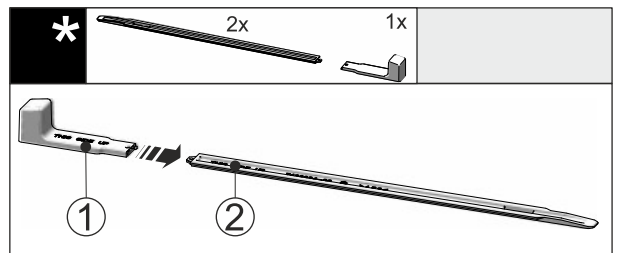

Fig. 54
- ▶ Nasuňte montážnu rukoväť Fig. 54 (1) na nivelačnú koľajničku Fig. 54 (2).